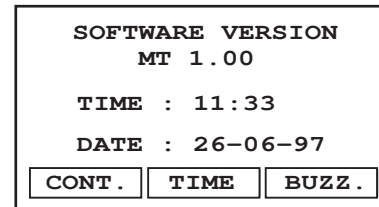

Abb. 35 - Einstell-Menü
1. Taste SET UP drücken: er erscheint das Einstellmenü gemäß Abb. 35.
1. Taste SET UP drücken, es erscheint das Einstellmenü gemäß Abb. 35.
3. Mit Taste  $\uparrow$  den Signalton ein- (ON) bzw. ausschalten (OFF).